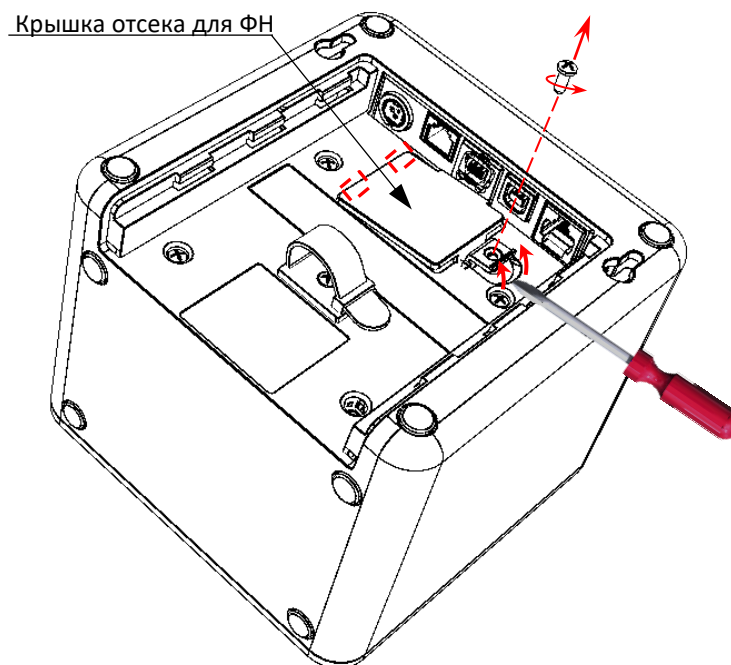

Рисунок 5. Отделение крышки отсека для ФН
8. Зафиксировать крышку отсека для ФН, вкрутив винт (см. рисунок 5).